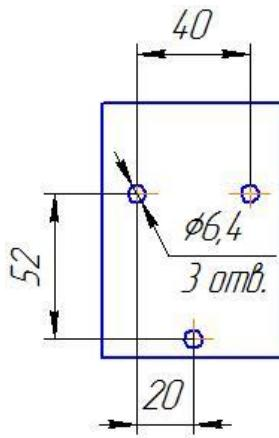

Рис.2
4.8 Схему расположения отверстий крепления на стене кронштейна поста газоразборного открытого см.рис.2.